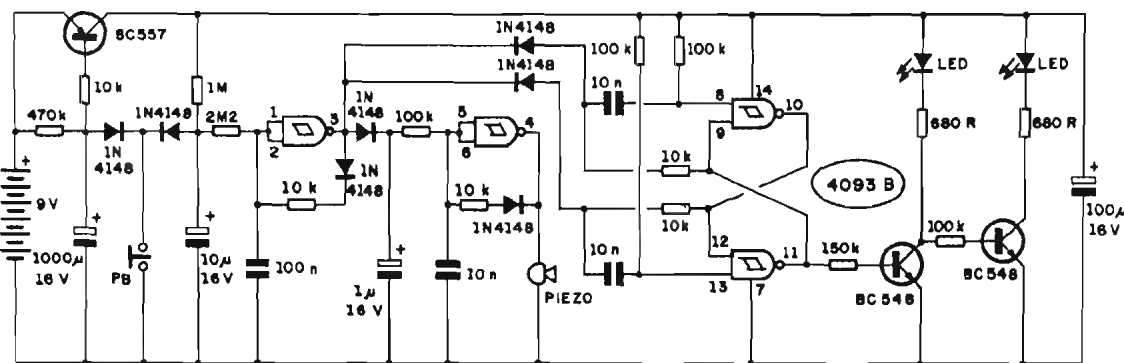

Fig.1
- FIG. 1 - O CIRCUITO - O super-versátil Integrado C.MOS 4093 encontra-se no "coração" do circuito, com seus 4 **gates** NAND de 2 entradas cada (função **Schmitt Trigger**) exercendo as atribuições de 3 blocos fundamentais do ODODE... Três transistores comuns (BC557 e BC548) auxiliam o 4093, em termos ativos... O "resto" são os dois LEDs indicadores finais, alguns diodos de isolamento e acoplamento, resistores e capacitores comuns, tudo distribuído num circuito apenas aparentemente complexo... Vejamos seu funcionamento, em uma análise simples: A alimentação (9 VCC, da bateria...) é permanentemente aplicada (não há interruptor geral); quando o interruptor de pressão Normalmente Aberto (PB) é acionado, o capacitor eletrolítico de 1000u (que estava carregado pela presença do resistor de 470K) se descarrega, imediatamente, através do diodo 1N4148 situado entre os ditos componentes... Com isso, o BC557, que se encontrava "cortado" (inibindo a alimentação geral para todo o circuito do ODODE...), "liga", permitindo que o circuito trabalhe por um tempo de aproximadamente 20 segundos, condicionado pelos valores do citado resistor de 470K e capacitor de 1000u (decorrida essa Temporização, novamente todo o circuito será desenergizado...). O **gate** do 4093 delimitado pelos pinos 1-2-3 está circuitado em oscilador controlado por Tensão, cuja Frequência básica é determinada pelo resistor de 10K e capacitor de 100n... Inicialmente, a Frequência é relativamente alta (em torno de 10 Hz), porém, à medida que a carga (escoada via diodo 1N4148, quando da pressão inicial sobre o push-button) no eletrolítico de 10u vai se elevando (através do resistor de 1M ao positivo da alimentação...), a Tensão aplicada ao oscilador via resistor de 2M2 faz com que, lentamente, o dito ritmo caia, até "zero" (quando, então, o oscilador pa-
- FIG. 4 - DETALHES DO "LEDÃO"... - Conforme o Leitor/Hobbysta viu na LISTA DE PEÇAS, recomendamos a utilização de LEDs do tipo com grande área luminosa, retangulares, popularmente chamados de "Ledões"... Esses LEDs mostram uma "janela" considerável, translúcida, com um rendimento sensivelmente melhor do que os convencionais (redondos, 5 mm), embora seu preço não seja muito maior do que o dos componentes comuns do gênero... A figura mostra o símbolo esquemático adotado para representar o componente (rever esquema, na fig. 1), bem como sua aparência, enfatizando a identificação das suas "pernas", sempre considerando que o terminal de **catodo (K)** corresponde ao pino **mais curto**... Na absoluta impossibilidade de se obter esses "Ledões", não haverá problema em se usar outros formatos ou tamanhos de LEDs (embora, naturalmente, com menor "impacto" luminoso, alguma perda na visualização final...).